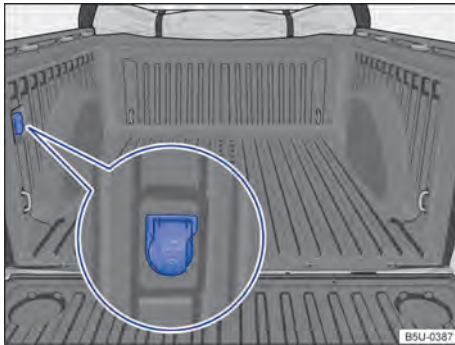

Fig. 114 Compartimento de carga: tomada 12 V.
- A tomada 12 V pode ser encontrada na parte interna do compartimento de carga → Fig. 114 (dependendo da versão do veículo pode não estar disponível).